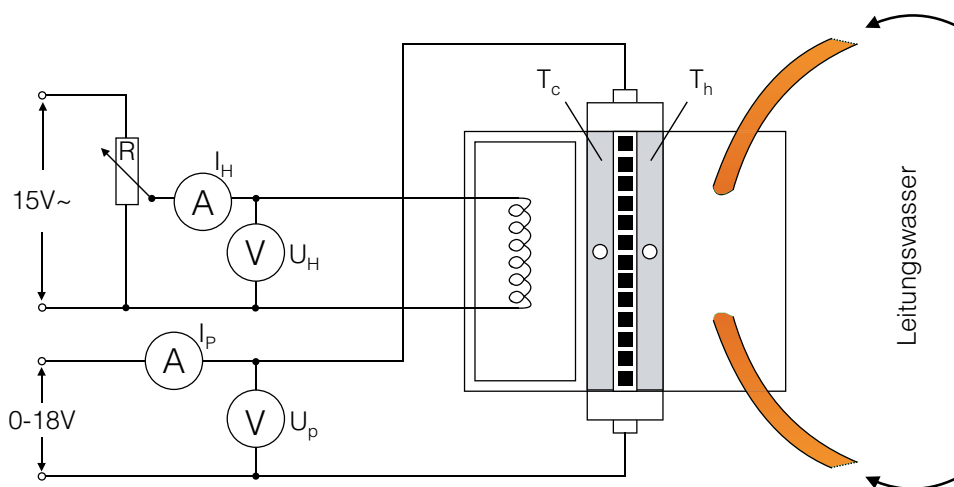

Abbildung 1.3: Setup zur Bestimmung der Kühlleistung.
- Schliesse die Heizspule, den Thermogenerator und die Multimeter gemäss Abbildung 1.3 an das Netzgerät an.